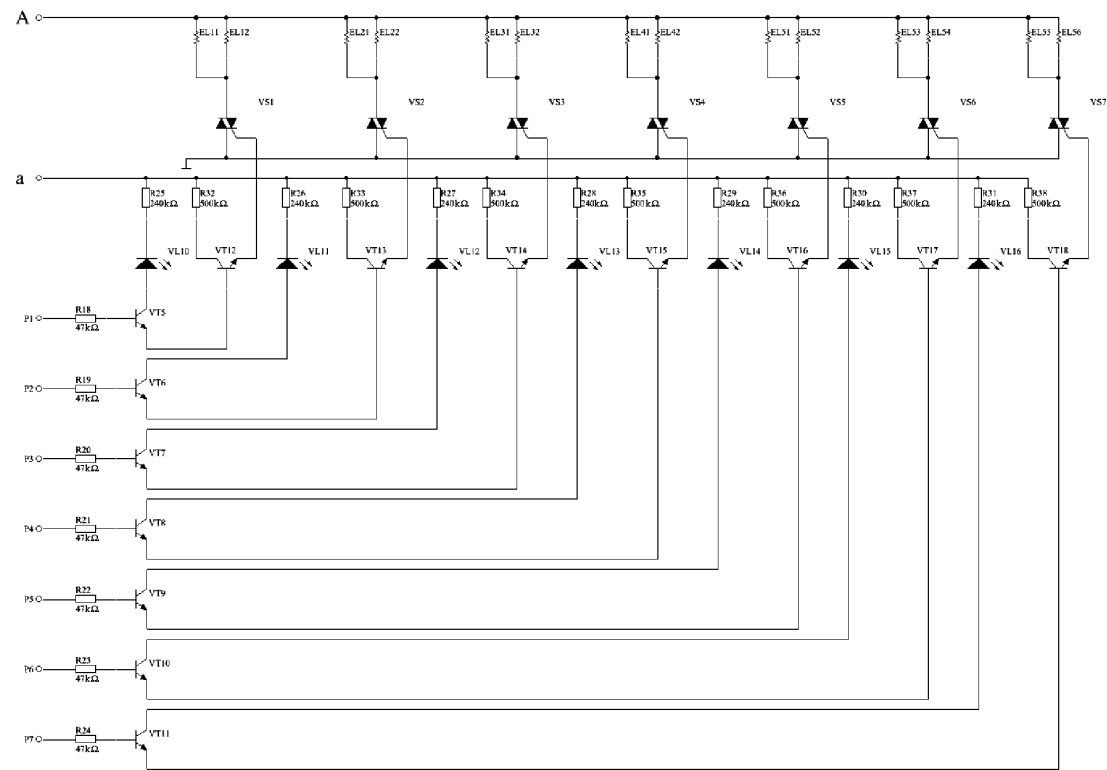

图 9-59 装饰彩灯控制电路图设计
完成如图 9-59 所示装饰彩灯电路的一部分，可按要求编制出有多种连续流水状态的彩灯。本例主要练习原理图设计及网络表生成，电路板外形尺寸规划，及实现元件的布局和布线。
6) 接下来，设计完成如图 9-59 所示的原理图。